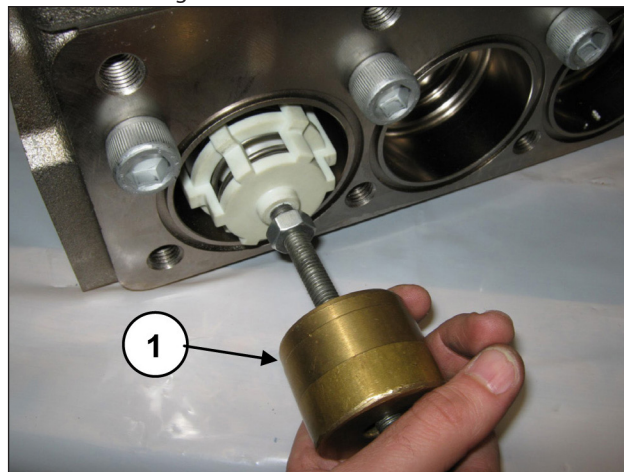

Fig. 144
Extraia o grupo da válvula de aspiração por meio de um martelo extrator (cód. 27516400) a ser aplicado no orifício M10 da guia da válvula (pos. ①, Fig. 144) ou, além disso, um possível adaptador M10-M16 (código 25089700) a ser aplicado na rosca M16 da guia da válvula.